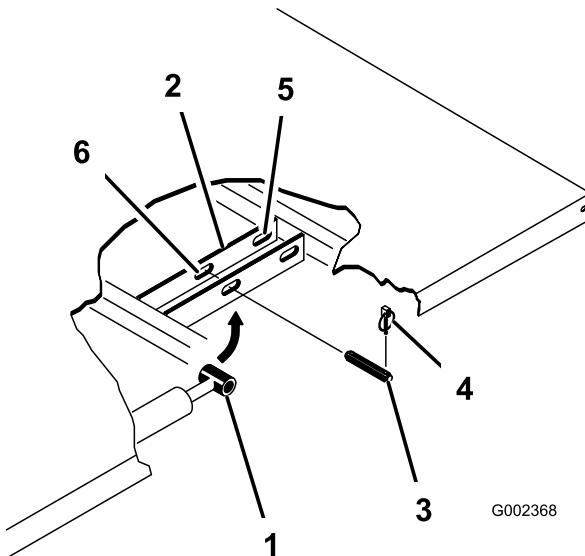

Figura 33
- Rimuovete gli acciarini dalle estremità esterne dei perni con testa dell'asta del cilindro (Figura 33).
- Rimuovete i perni con testa che fissano le estremità dell'asta del cilindro alle piastre di fissaggio del pianale, premendoli verso l'interno (Figura 33).
- Rimuovete gli acciarini ed i perni con testa che fissano le staffe orientabili ai profilati del telaio (Figura 33).